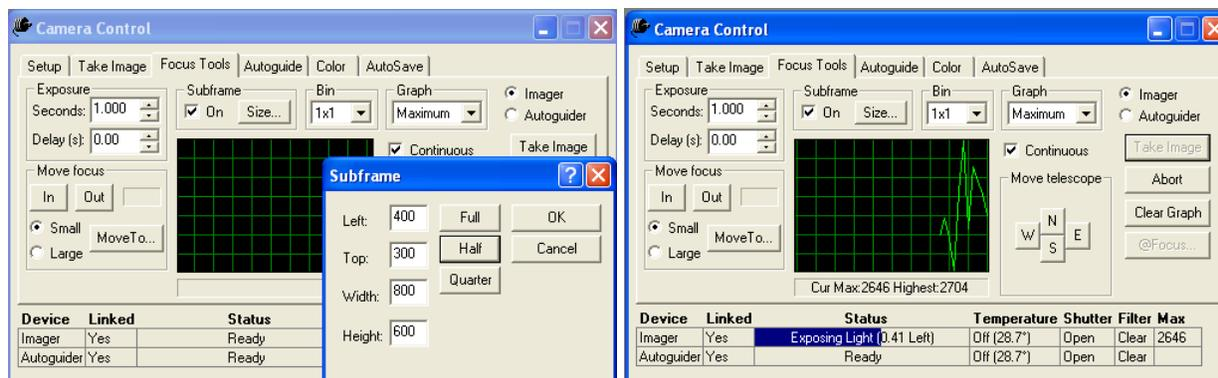

FIG. 7 – Focalisation de la CCD. Configuration (gauche) et prise de vues consécutives pour optimiser le réglage du focus (droite).
Il s'agit ici de positionner le capteur au foyer Schmidt-Cassegrain (SC) du télescope, afin d'obtenir d'une étoile l'image la plus ponctuelle possible. Dans l'onglet "Focus Tools", en binning 1×1 , sélectionner 1/4 du capteur (*Subframe On*, puis choix de la taille, c.f. Fig 7) cliquez sur "Take Image". Pendant la série d'images effectuées (on pourra prendre des poses de 1 sec environ), modifier le réglage du focus en temps réel à l'aide de la mollette située près de la sortie du télescope. On peut suivre l'optimisation du réglage à l'aide du graphe en défilement (voir Fig. 7).